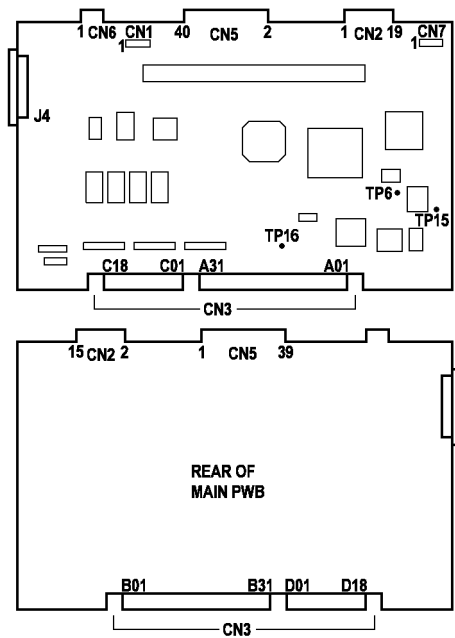

Рисунок 10 Главная PWB
- Измеряя напряжение на контакте TP 15 главной PWB (Рисунок 10), включите аппарат.
- Измеряя напряжение на контакте CN5-2 главной PWB (Рисунок 10), включите аппарат.